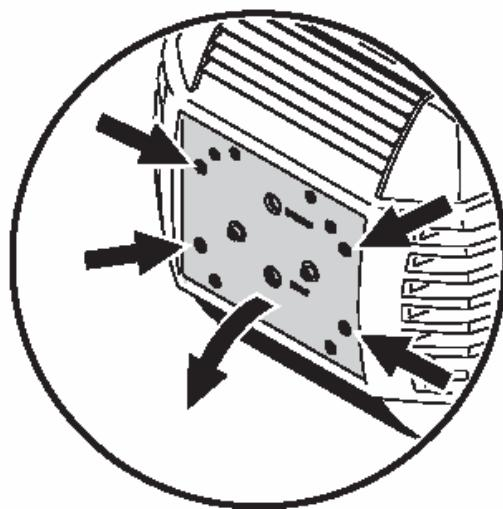

Figure 1: Lamp access
2. Раскрутите 4 четверть поворотных зажима (см. рисунок 1), отмеченных стрелками на задней крышке. Извлеките узел лампы, насколько это будет возможно, оставив его в таком положении.